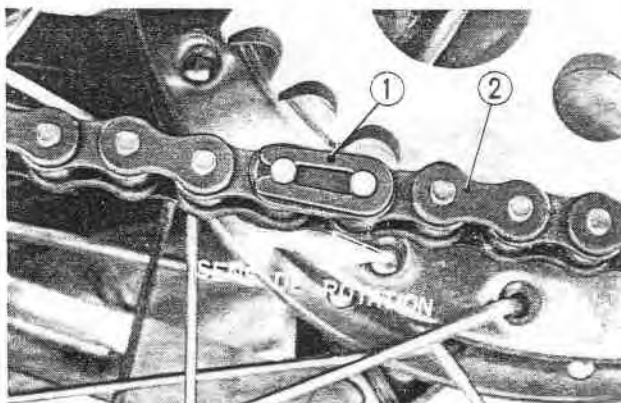

Fig. 13-23 ① Attache rapide
2. Enlever l'attache rapide à l'aide d'une paire de pinces pour débrancher la chaîne. (Fig. 13-23)